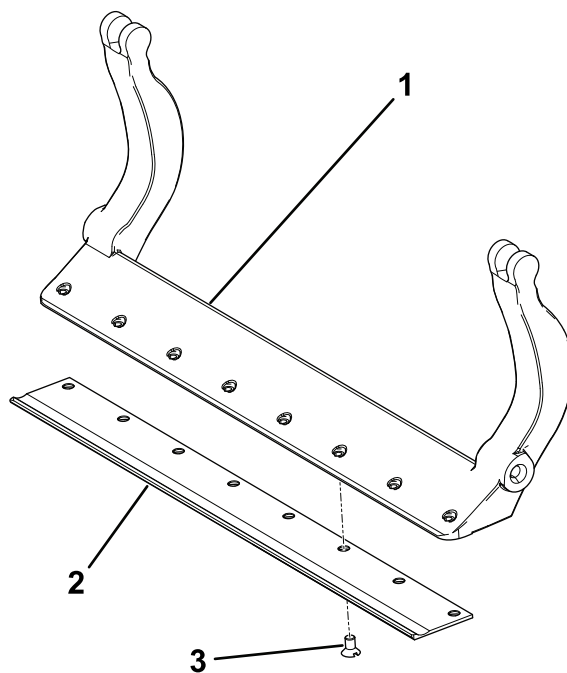

Bild 41
4. Legen Sie eine Stahlscheibe außen auf jede Nylonscheibe (Bild 41).
3. Tragen Sie Gewindesicherungslack auf die Schrauben auf und befestigen Sie das Untermesser wie folgt (Bild 41):